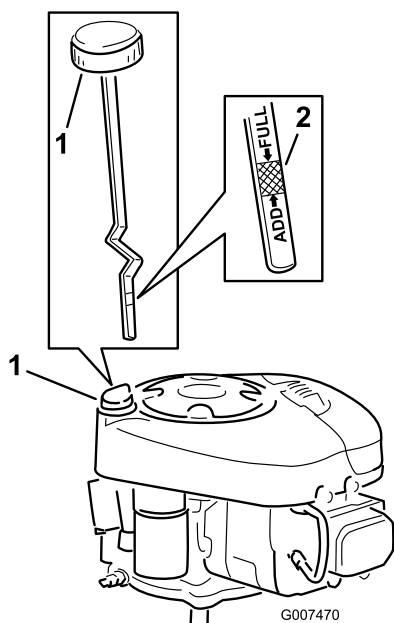

Figura 21
8. Pulite attorno all'asta di livello (Figura 21) in modo che la morchia non possa penetrare nel tubo di rifornimento e danneggiare il motore.
9. Svitare l'asta di livello dell'olio e pulire l'estremità metallica (Figura 21).
10. Avvitare a fondo l'asta di livello nel tubo di rifornimento (Figura 21). Svitare di nuovo l'asta e controllare l'estremità metallica. Se il livello dell'olio è basso, versare lentamente dell'olio nel tubo di rifornimento solo quanto basta per portare il livello al segno Full.
13. Versate lentamente circa l'80% della quantità indicata d'olio nel tubo di rifornimento (Figura 21).